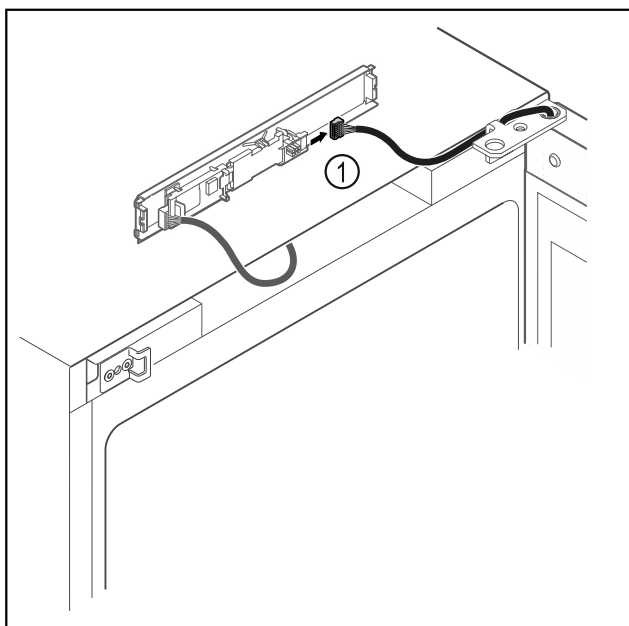

Fig. 19
- ▶ Shkëputni spinën Fig. 19 (1) nga qarku.